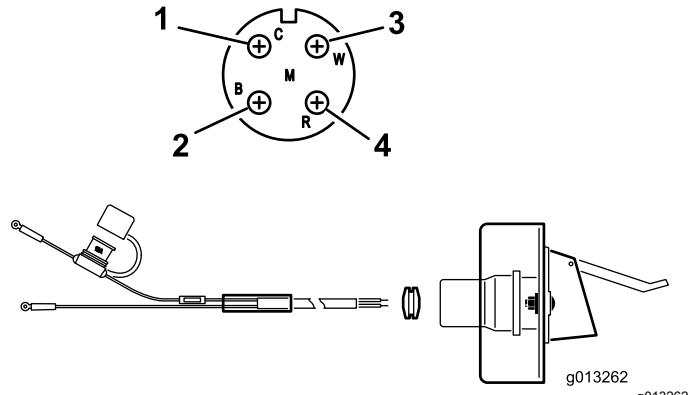

Figure 12
2. Acheminez et fixez le câblage entre la batterie et le support de la prise électrique (Figure 12).
3. Passez le câblage dans le support de la prise et enfilez le passe-câble en caoutchouc noir sur le câblage (Figure 12).